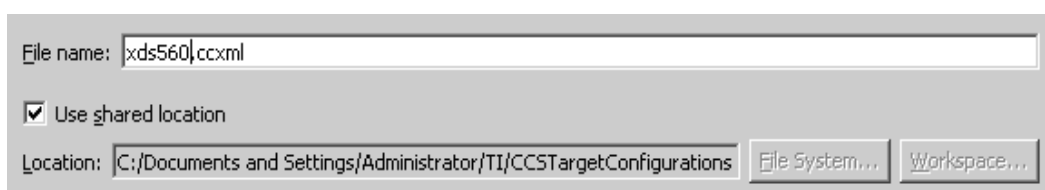

图 1-1-8
2. 在 Target Configurations 窗口中点击右键，选择[New Target Configuration]选项，创建新的配置文件，并命名为 xds560，如图 1-1-8 所示：